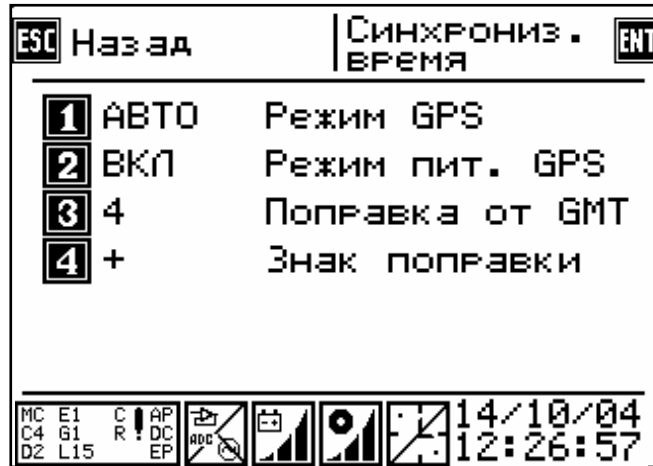

Рисунок 6.12
- кнопка **3** – задание параметров GPS (рисунок 6.12);
В данное меню (рисунок 6.12) переход осуществляется по кнопке **3** из меню на рисунке 6.9 или последовательным нажатием кнопок **5 - 3** из главного меню.
Назначение кнопок (рисунок 6.12):